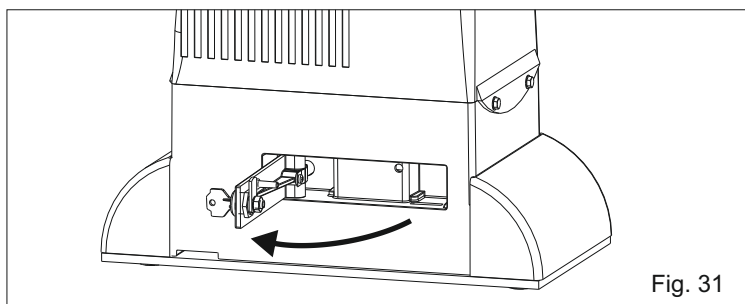

Fig. 31
- Tirar la palanca de desbloqueo hasta el golpe, 90° alrededor (Fig. 31).